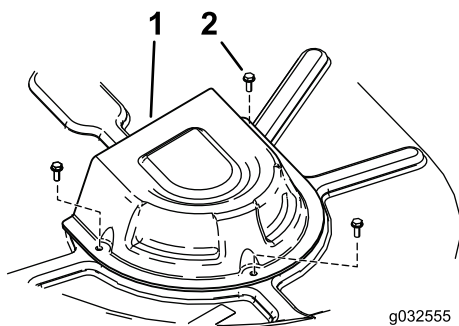

Figura 62
4. Retire las cubiertas de la polea (Figura 62).
8. Instale las cubiertas de la polea (Figura 62).